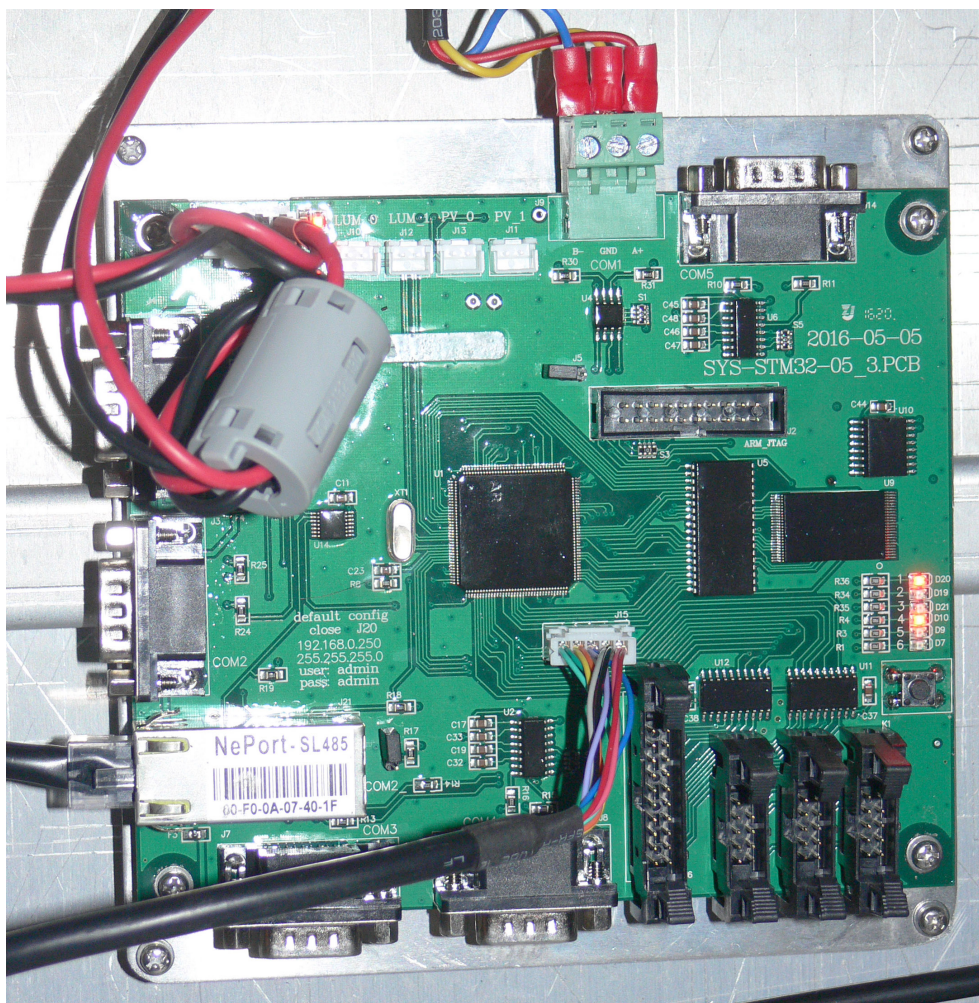

Рис.2. Контроллер YHT-SYS-STM32-05_3
1.4.1. Контроллер изделия - YHT-SYS-STM32-05_3 (см. рис.2) – устройство, изготовленное на базе микроконтроллера STM32F103ZE, содержащее в своем составе оперативную память (512КБ), энергонезависимую память для хранения библиотеки изображений дорожных знаков (NAND Flash 64МБ), узел интерфейса Ethernet 10Base - Т, два узла интерфейса RS-485, четыре узла интерфейса RS-232, узел часов реального времени (DS3231SN),